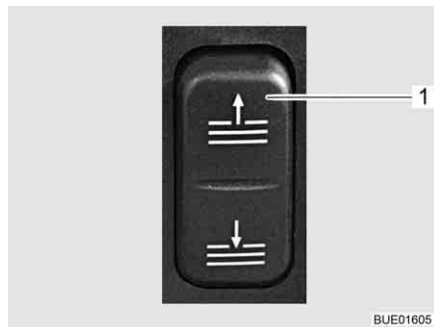

Fig. 37 Interruptor do quebra-sol
- Pressione a metade superior ou inferior do interruptor (Fig. 37,1). O quebra-sol desloca-se para cima ou para baixo enquanto o interruptor se mantiver pressionado.